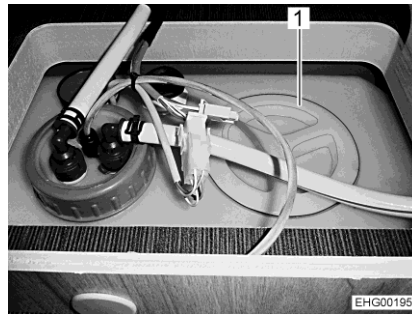

Bild 169 Reinigungsöffnung (Wassertank)
- Verschlussdeckel (Bild 169,1) des Wassertanks abnehmen.